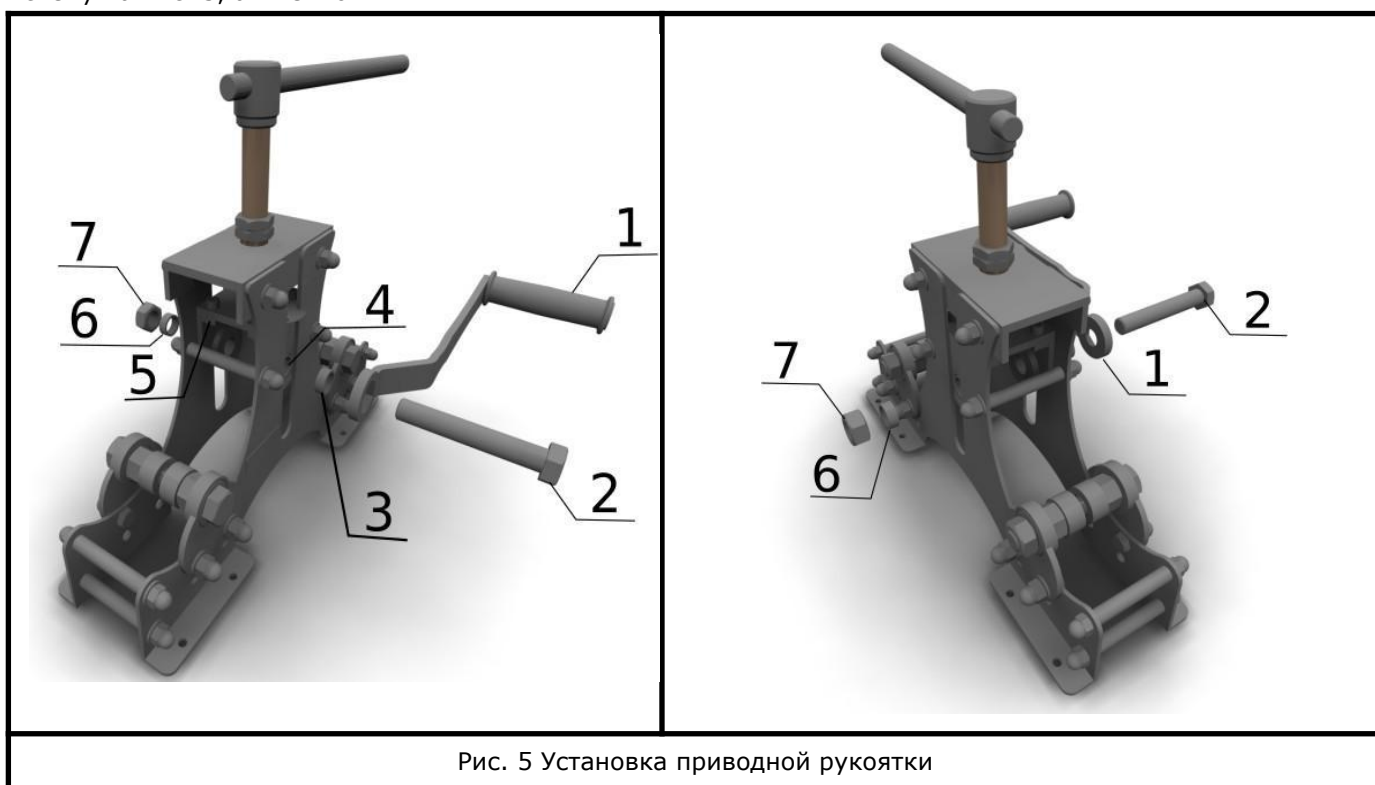

Рис. 5 Установка приводной рукоятки
2. Для того, чтобы использовать трубогиб вам необходимо установить ручку. Для этого, используйте схему на Рис. 5, а именно: